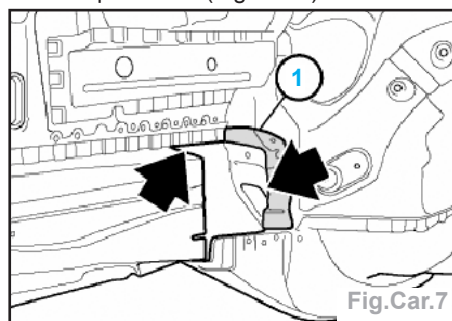

Fig.Car.7
- Découper sommairement la partie avant du longeron en AV du raidisseur du longeron, car la tôle restante (1) est déposée séparément (Fig.Car.7).